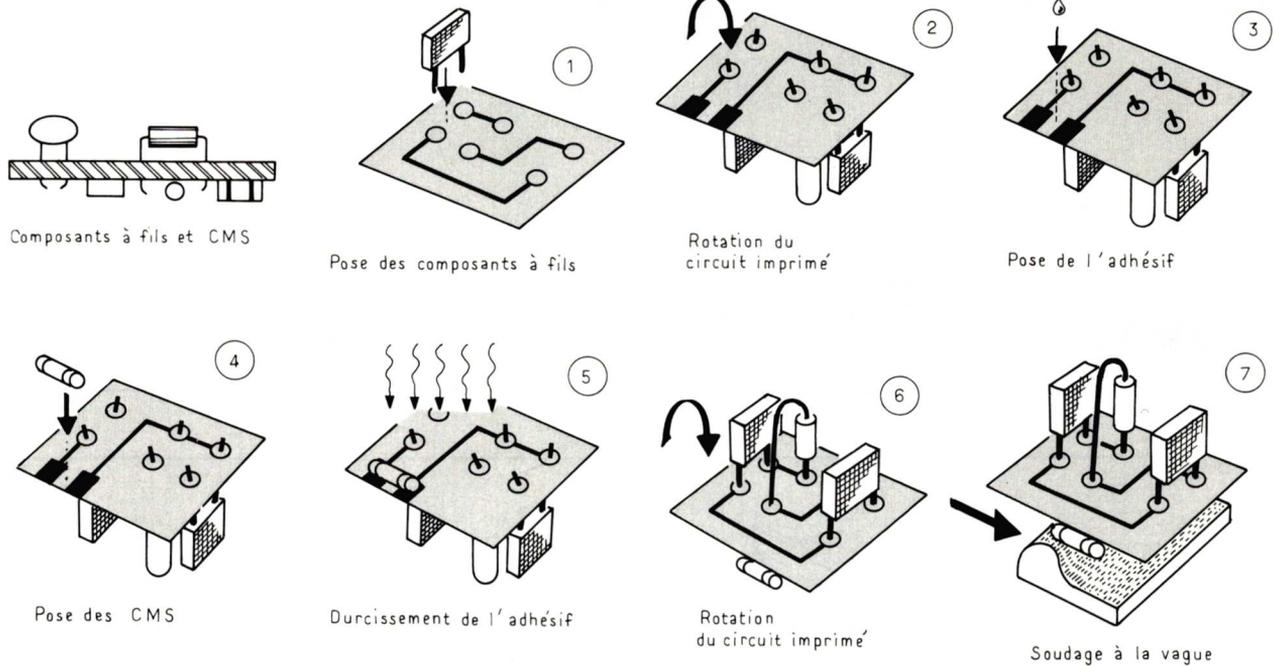

Fig. 3 : Composants à fils sur une face et CMS sur l'autre du circuit imprimé ; pose des composants à fils en premier.
*Pose des composants à fils avant les CMS (fig. 3).*